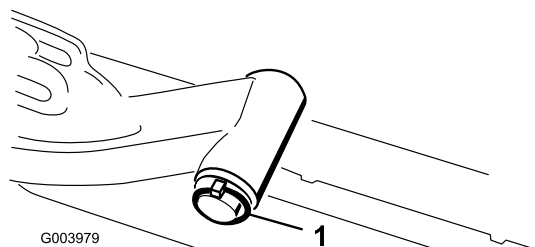

Рисунок 8
A. Снимите шплинт и шайбу, которые крепят ось поворота подъемного рычага к подъемному рычагу, и снимите ось поворота с подъемного рычага (Рисунок 8).
C. Вставьте вал подъемного рычага в подъемный рычаг и зафиксируйте шайбой и шплинтом (Рисунок 8).